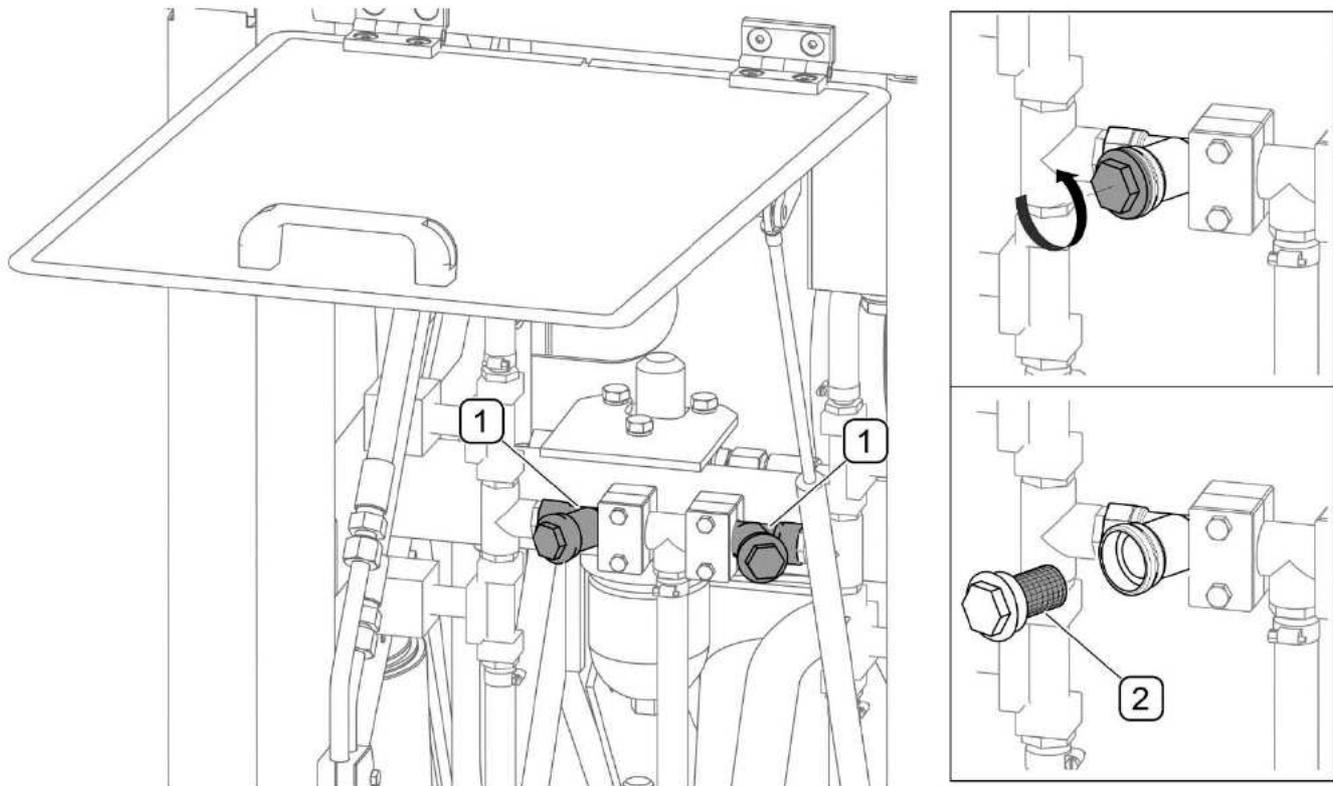

ABB. 5.22 Reinigung des Wasserfilters
(1) - Wasserfilter; (2) - Siebeinsatz des Wasserfilters;
Im Sprühsystem befinden sich zwei Wasserfilter(ABB. 5.22), welche Verunreinigungen mechanisch zurückhalten. Um die Filter (1) zu reinigen, muss der Verschluss herausgeschraubt und der Siebeinsatz (2) herausgeschraubt werden. Anschließend müssen die Siebfilter mit einem Hochdruckreiniger oder mit Druckluft gereinigt werden. Nachdem die Einsätze wieder eingelegt und die Verschlüsse festgeschraubt wurden, müssen die Verbindungen auf Dichtigkeit geprüft werden.